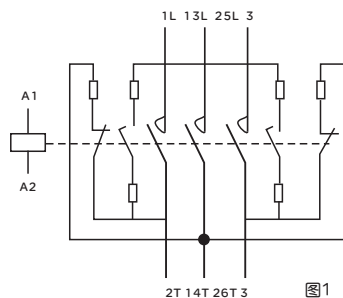

图1
- 接触器接线：主电路导线其载流量应不小于 $1.3I_n$ ，接线端子与导线的连接应有足够的压力，拧紧螺钉的工具要按螺钉的直径选用，盒式接线端子可以直接将多股导线置入压紧。接线原理图见图1。